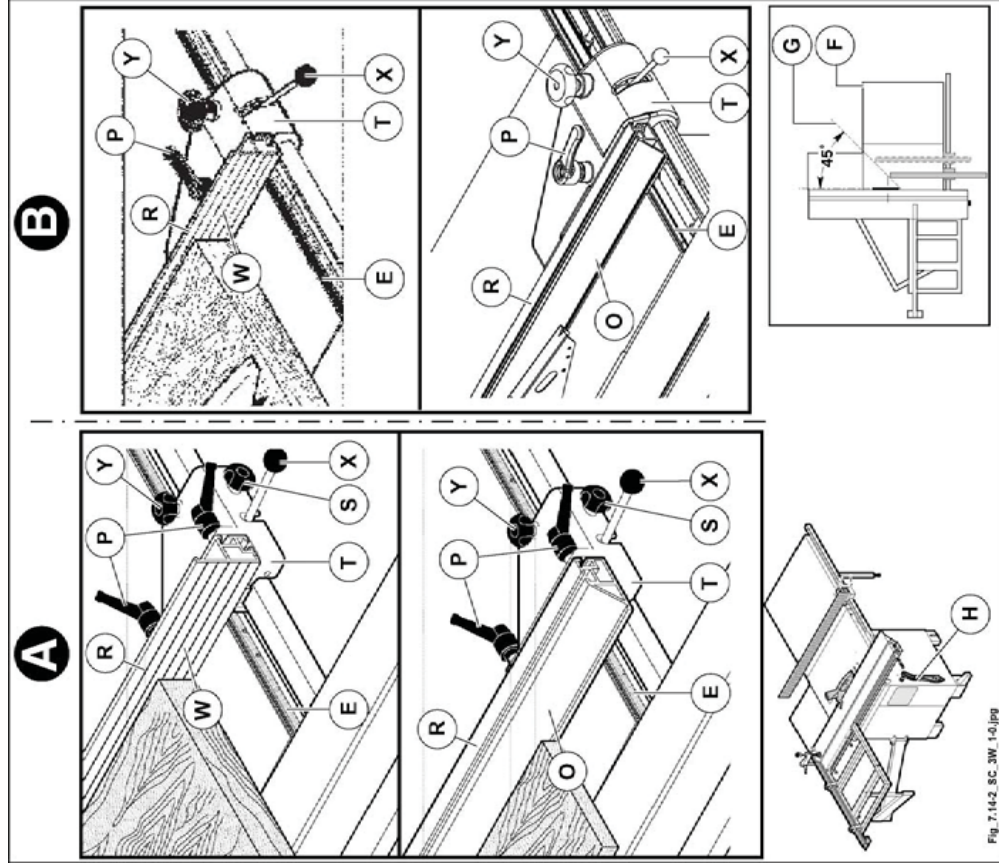

Abb. 7.14-2
Zur Verstellung des Anschlaglineales (R Abb.7.14-2) in Längsrichtung Griffe (P Abb.7.14-2) lösen; nach Verstellung Griffe festklemmen.
Das vordere Ende der Zeile darf nie am Ende des Tisches auf der Seite (F Abb. 7.14.2) herausragen, aber muss eine imaginäre Linie (G Abb. 7.14.2) erreichen, die am ersten Zahn an der Klinge beginnt und um 45° nach vorne geschoben wird. Dies soll verhindern, dass die Sägezähne beim Heben das Werkstück ergreifen und es gegen den Bediener schleudern.
2 Positionen des Lineals (R Abb. 7.14-2) sind möglich nach Lösen des Griffe (P Abb.7.14-2).
- 1) Vertikalstellung mit der dem Holzstück zugewandeten Seite (W Abb. 7.14.2)
- 2) Horizontalstellung (O Abb. 7.14.2) für Schnitte von dünnen Teilen und für Schrägschnitte.
solche Position ermöglicht den Vorschub des Holzstückes durch den mitgelieferten Schiebestock (H Abb.7.14.2)
- 3) Nach erfolgter Positionierung Griffe (P (Abb. 7.14-2) festklemmen.
Den Hebel (X Abb. 7.14-2) und den Knauf (S Abb. 7.14-2) lockern;
die Führungsgruppe (T Abb. 7.14-2) mit der Hand gleiten lassen und sich auf das Lineal (E Abb. 7.14-2) beziehen.
- Kugelgriff (S Abb. 7.14-2) blockieren;
- zur mikrometrischen Einstellung der Führung auf Kugelgriff (Y Abb. 7.14-2) einwirken;
- den Hebel (X Abb. 7.14-2) nach erfolgter Einstellung wieder festspannen.
Hebel (X Abb. 7.14-2) lockern;
das Führungsaggregat (T Abb. 7.14-2) mit der Hand verschieben, wobei man sich auf das Meterlineal (E Abb. 7.14-2).
- Mikrometrischer Einstellung durch Drücken und Drehen des Knaufes (Y Abb. 7.14-2) vornehmen.
- Den Hebel (X Abb. 7.14-2) nach erfolgter Einstellung wieder festspannen.